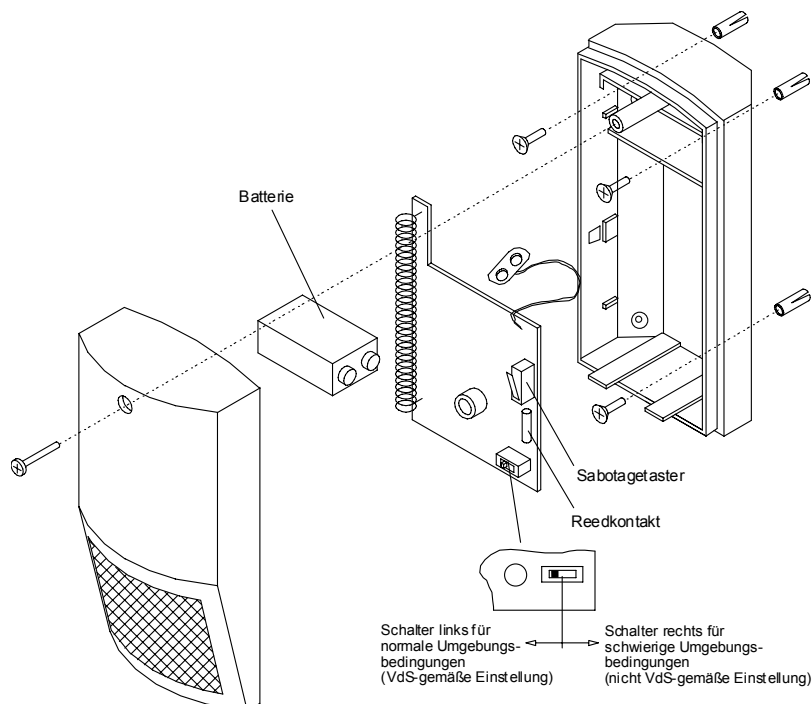

Bild 20: Aufbau des Funk-Bewegungsmelders
7. Entfernen Sie vorsichtig die Brücke „ex Ö“ (externe Öffnung) zwischen den beiden Lötanschlüssen mit einem spitzen Gegenstand (siehe Bild 20).
Schließen Sie den Riegelschaltkontakt als Öffner an die mit RSK gekennzeichneten Lötanschlüsse an (siehe Bild 20).
Wenn Sie einen verdrahteten Sabotagekontakt verwenden, trennen Sie die gekennzeichnete Verbindung auf der Leiterplatte (siehe Bild 20).